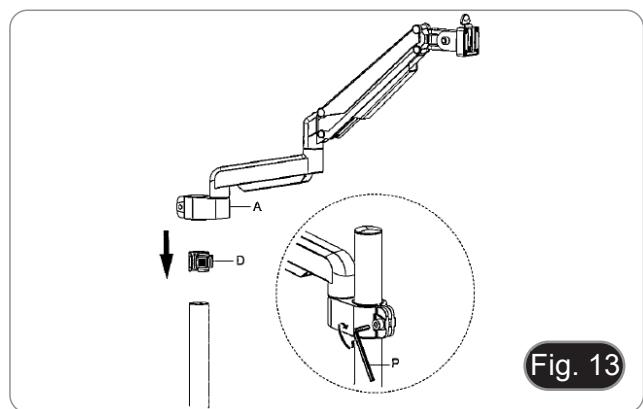

Fig. 13
6. Insertar el anillo de prevención de caídas (D) en el pilar.
7. Insertar el brazo flexible (A) y apretar el tornillo de fijación. (Fig. 13)